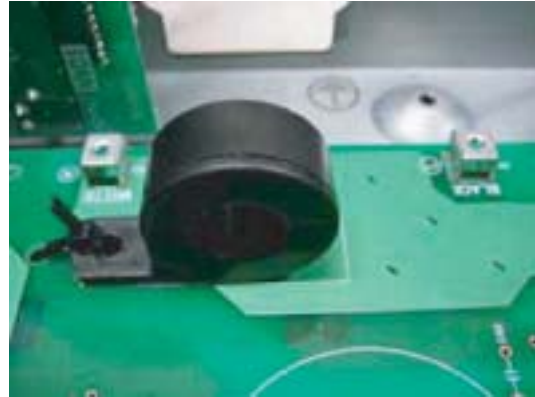

Fig. 11 (図 11)
- b) Set a ferrite-core at the specified area on the PSANHB circuit board, and fasten the ferrite-core with a cord holder. (Fig. 11)
- b) PSANHB シートの所定の位置にフェライトコアをセットし、インシュロックタイで固定します。(図 11)